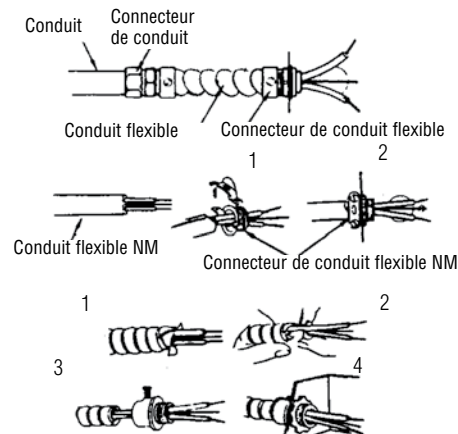

Figure 2 - Connecteurs, câble et matériel utilisés pour connecter le MWUH
REMARQUE: Pour certaines applications un conduit peut être nécessaire (voir la Figure 2). Contrôlez le contenu des normes électriques locales. Si le câblage passe dans un conduit, assurez-vous qu'il y aura assez de conduit flexible pour pouvoir tourner le radiateur si nécessaire.
2. Branchez les connecteurs de câble sur l'appareil (Voir la Figure 2) en glissez le fil calibre 10 dans le connecteur de câble. Tirez suffisamment de fil dans le connecteur pour pouvoir réaliser les raccordements.